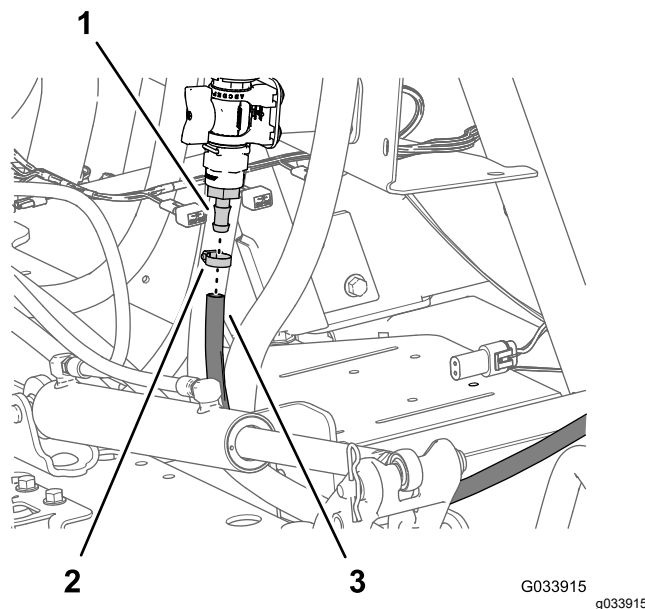

Figura 36
6. Monte o tubo da vara de pulverização na união estriada da válvula de controlo e prenda o tubo na união com uma abraçadeira de tubos (Figura 36).